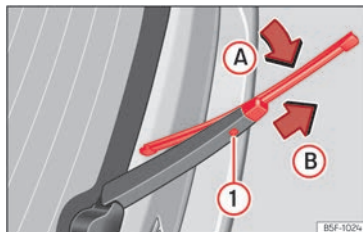

Abb. 152 Scheibenwischerblatt der Heckscheibe auswechseln.
- Das Wischerblatt leicht drehen >>> **(Abb. 152)** (Pfeil **A**).